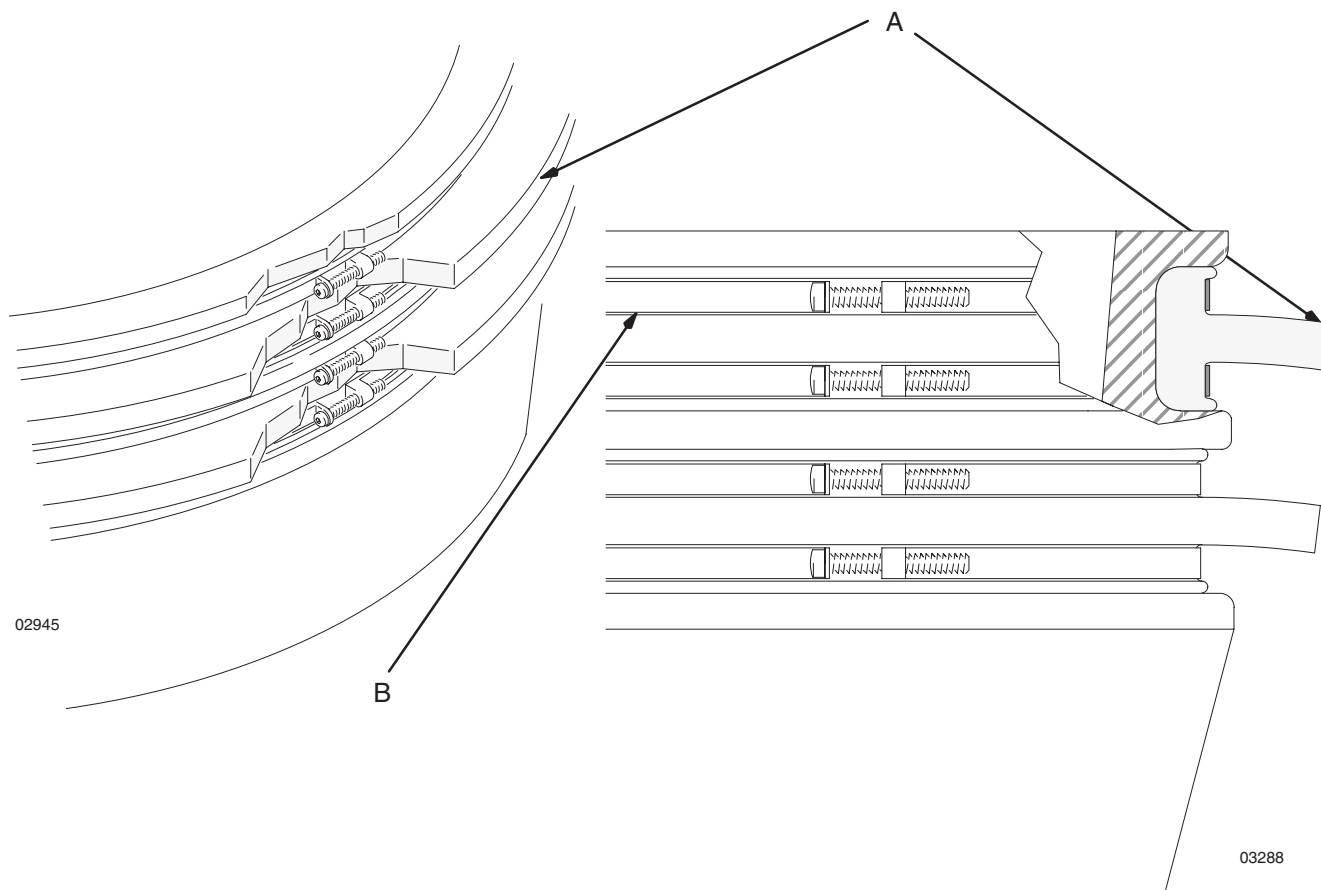

Fig. 9
1. Si hubiera fugas de aire por la tuerca prensaestopas del eje del pistón (46), apriete la tuerca. Si las fugas de aire continúan, **libere la presión** y proceda de la forma siguiente.
2. Retire las cuatro tuercas (37) y las arandelas de seguridad (36) que sujetan la viga de soporte (3) al eje (68), y retire la viga. Desenrosque la tuerca prensaestopas (46) del alojamiento (70) y deslícela fuera del eje (68). Vea la Fig. 9.
3. Retire el cojinete (49), el casquillo hembra (42), las empaquetaduras (47), el casquillo macho (43) y el muelle (44) y deslícelos fuera del eje (68).
5. Deslice el muelle (44) y el casquillo macho (43) sobre el eje (68). Lubrique las empaquetaduras (47) y deslícelas por el eje, una de cada vez, con los bordes dirigidos hacia abajo. Deslice el casquillo hembra (42) sobre la varilla y empuje todas las empaquetaduras contra el alojamiento (70). Deslice el cojinete (49) sobre el eje.
6. Deslice la tuerca prensaestopas (46) sobre el eje (68) y enrósquelo en el alojamiento (70). Apriete hasta que esté ajustado; no apriete en exceso ya que corre el riesgo de dañar las empaquetaduras.
7. Vuelva a instalar la viga de soporte (3) en los ejes (68), usando las tuercas (37) y las arandelas de seguridad (36).